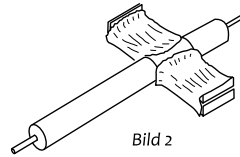

Bild 2
1) Die Ankerbleche mit zwei Kreppbandstreifen an der Ausfräsung auf der Achse zusammenfügen (Bild 2). Hierdurch sollen nicht nur die Bleche fixiert, sondern auch die scharfen Kanten abgedeckt werden.